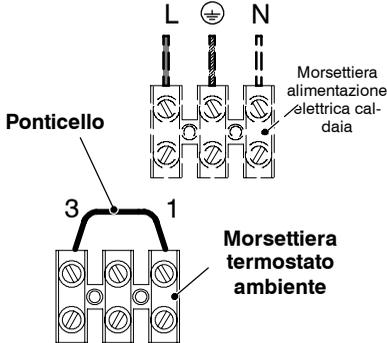

fig. 5.13
**Il ponticello elettrico collegato nella morsetteria termostato ambiente tra i morsetti "1 e 3" non va rimosso fig. 5.13**